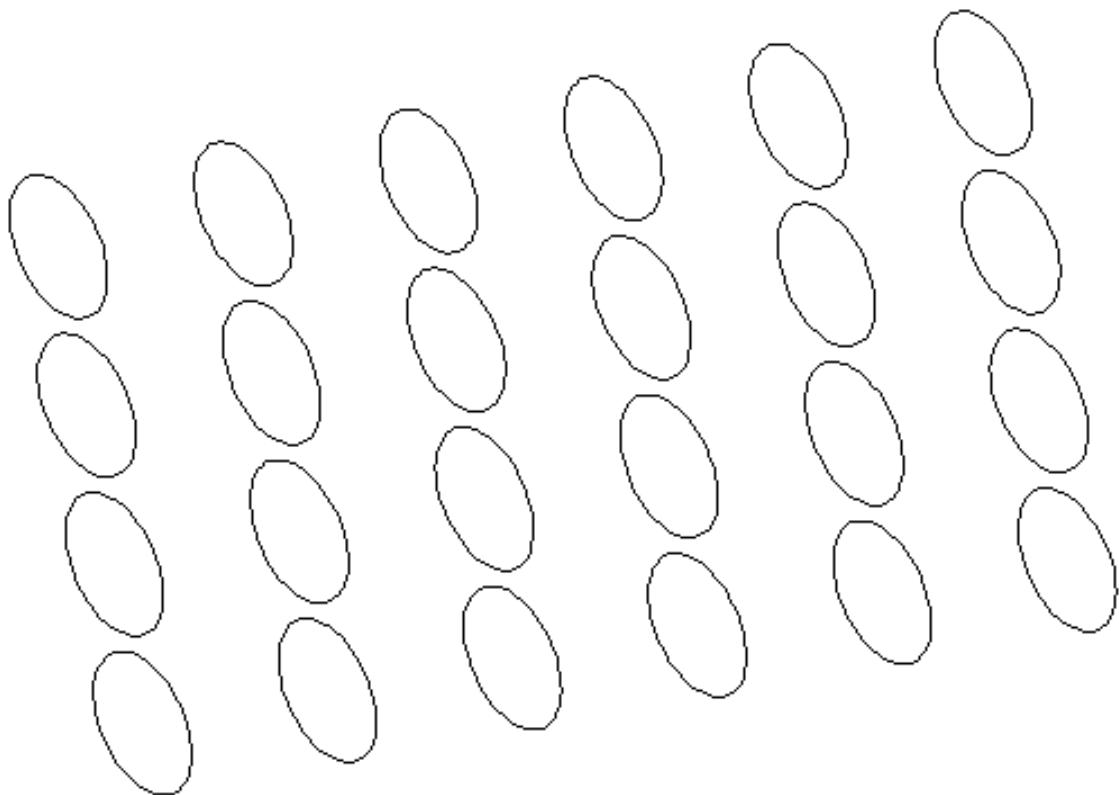

Рис. 6.8. Прямоугольный массив эллипсов под углом 10°
6. Щелкните на кнопке **Accept** (Принять) для завершения выполнения команды **ARRAY**. Чертеж должен напоминать показанный на рис. 6.8.